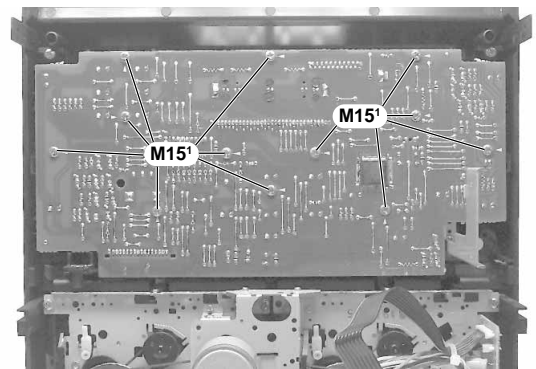

Fig. 27
- 12 Schrauben **M15¹** (Fig. 27) herauserschrauben und die Frontplatte M37¹ abnehmen.
- Undo 12 screws **M15¹** (Fig. 27) and remove the front circuit board M37¹.